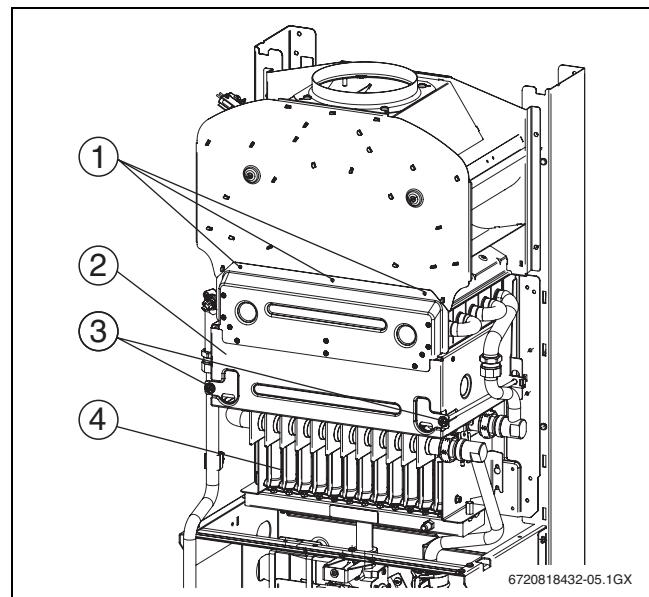

Fig. 30 Abrir quemador
- ▶ Soltar los 3 tornillos arriba [1] y los 2 tornillos abajo [3] (→ fig. 30).
- ▶ Retirar la tapa de la cámara de combustión (→ fig. 30).